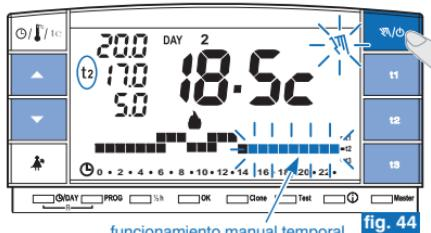

fig. 44
- Presionar por uno instantes la tecla “”: aparece, parpadeante, el símbolo “” y el nivel de temperatura en curso se aplica a las demás horas del día (ej. fig. 44).